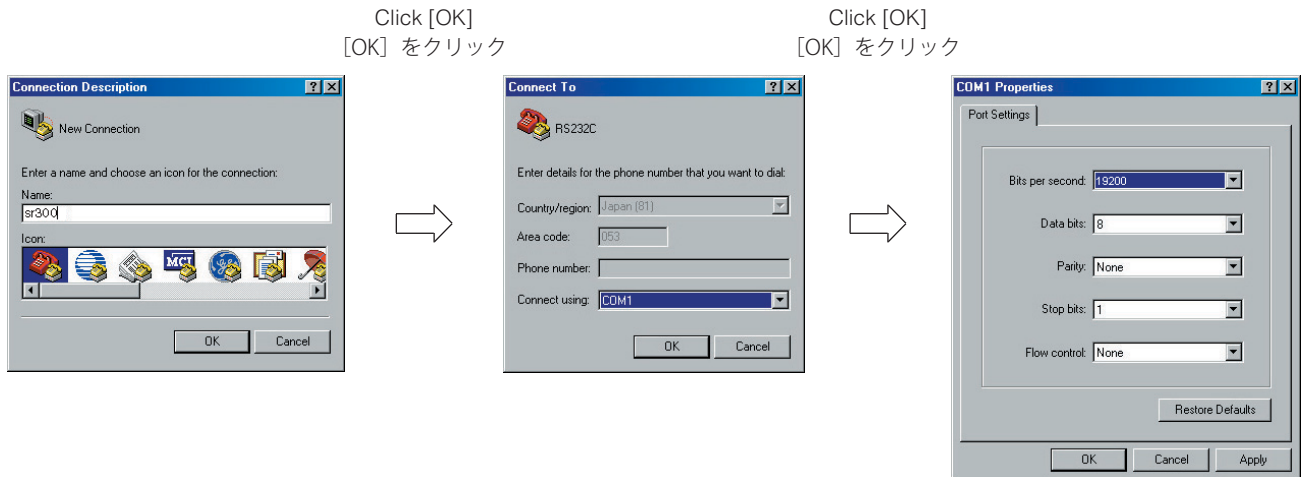

Fig. 3
(Fig. 3)
"接続の設定" 画面が表示されます。(Fig. 3)
The "Connect To" screen appears. (Fig. 3)
5. Select "Connect using". (Fig. 3)
The "Port Settings" screen appears. (Fig. 3)
"接続の設定" が表示されます。(Fig. 3)
5. "接続方法" を選択します。(Fig. 3)
"ポートの設定" が表示されます。(Fig. 3)